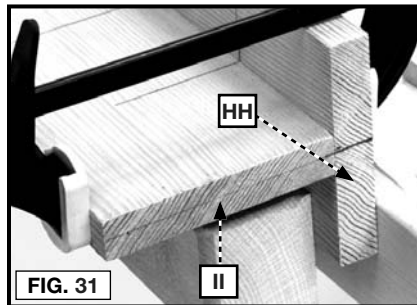

FIG. 31
3. Marque la línea central de la junta en la pieza de trabajo (HH) (ver la Fig. 31).
10. Repita los paso 5 a 8 hasta que se completen todas las ranuras de la pieza de trabajo (HH).
11. Siga los pasos 3 a 10 de la sección **Juntas de esquina** para completar las ranuras requeridas en la pieza de trabajo (II), Fig. 31.